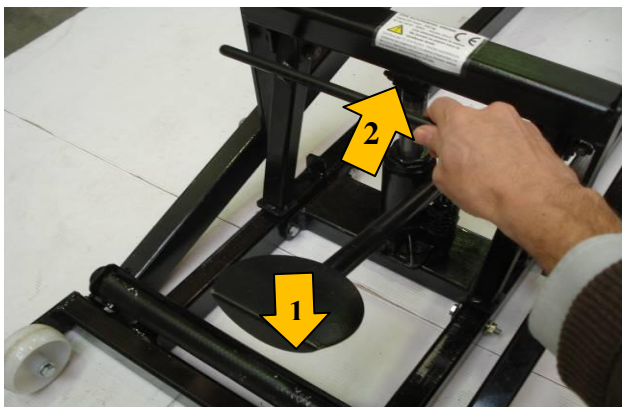
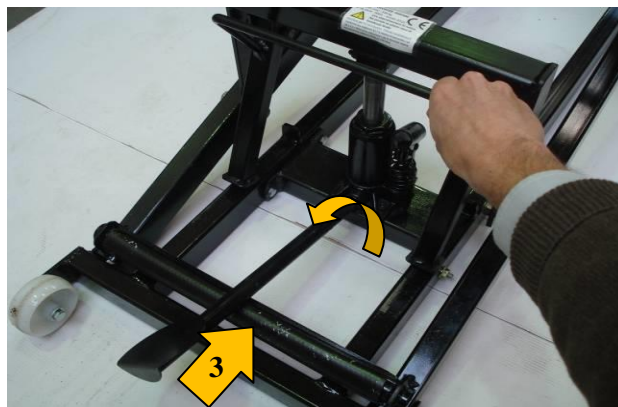

Bild 7
Bild 8
- Um den Rasenmäher zu senken, (1) treiben Sie das Pedal an, um den Rasentraktor leicht zu heben und um das Entsperren des Hebels zu ermöglichen (2) (Bild 7), danach, wenn man den Hebel hält, langsam das Ventil verschrauben vom hydraulischen Zylinder mit Hilfe vom quadratischen Tipp des Pedals (Bild 8).